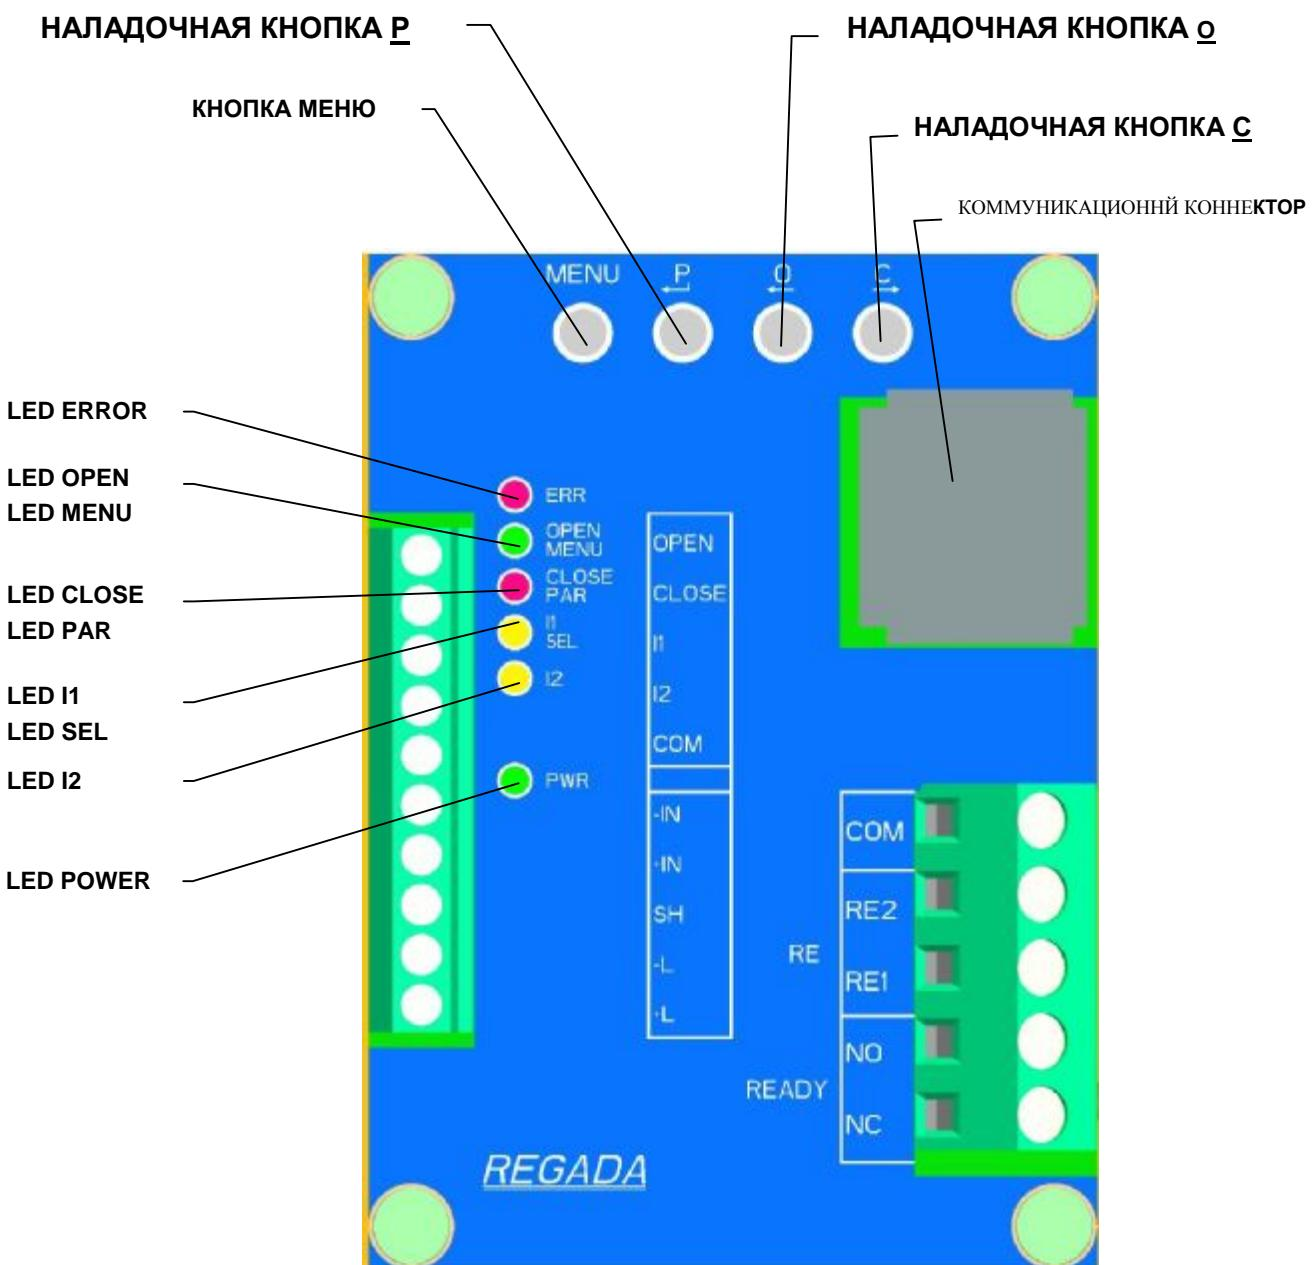

Рис. 6
Настройка осуществляется на механически и электрически присоединенном ЭП. Данная глава описывает настройку ЭП на параметры, которые заказчику позволяет програмная оснаска. Размещение элементов настройки доски управления указанно на **Рис.6** и **Рис.6а**.
- через кнопки блока управления (**Рис.6** и **Рис.6а**)
- 6 сигнальными диодами (LED диоды) по **Рис. 6** и **Рис.6а**.
Рис. 6а